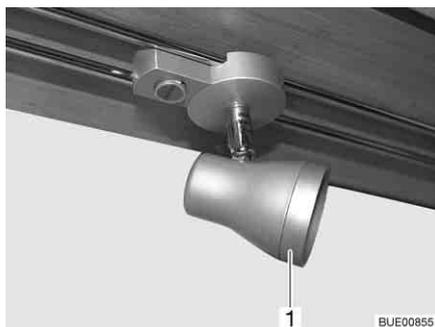

Bild 278 Halogenspotleuchte (verschiebbar)
- Den äußeren Ring (Bild 278, 1) entgegen dem Uhrzeigersinn drehen, bis er sich vom Gehäuse löst.